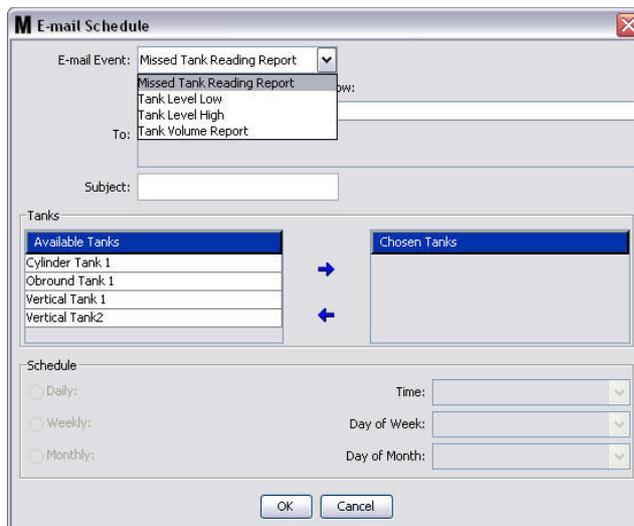

ABB. 141
1. Klicken Sie auf die Schaltfläche „Neuer Zeitplan“, um das Setup-Fenster für den E-Mail-Zeitplan aufzurufen, das in ABB. 141 gezeigt ist.
- Das in ABB. 141 auf Seite 107 gezeigte E-Mail-Zeitplanfenster erscheint. Wenn Sie alle Änderungen vorgenommen haben, klicken Sie auf die Schaltfläche „OK“, um das Fenster zu schließen und die Änderungen zu speichern.